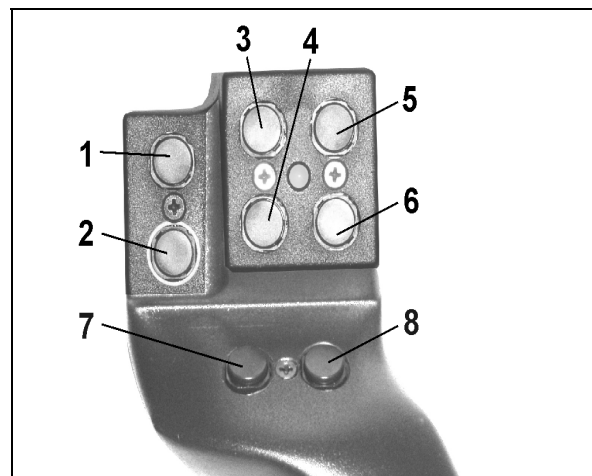
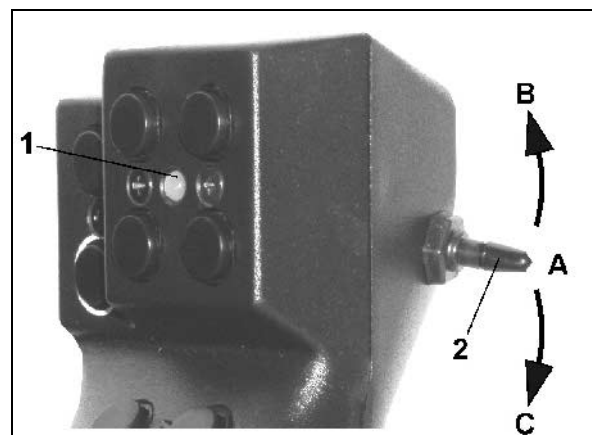

Fig. 92
Fig. 93
Para manejar el **AMATRON⁺**, la empuñadura multifuncional (Fig. 92) tiene a disposición 8 teclas (1 - 8). Además, mediante el interruptor (Fig. 93/2) se puede modificar tres veces la ocupación de las teclas.
-  posición media (Fig. 93/A) pudiendo ser activado hacia
-  arriba (Fig. 93/B) o hacia
-  abajo (Fig. 93/C).
La posición del interruptor es indicada mediante una luz LED (Fig. 93/1).